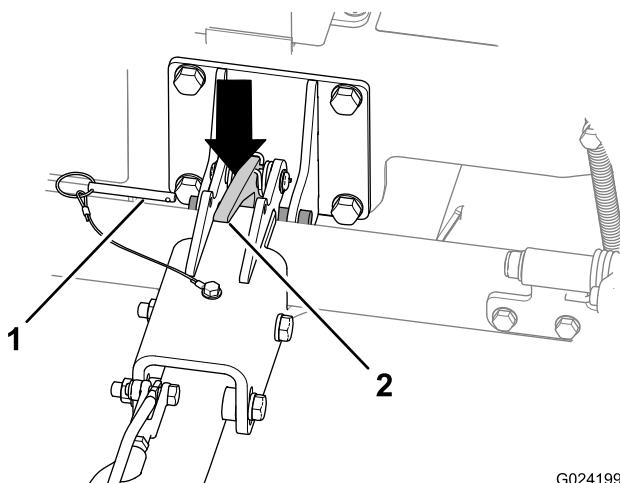

図 19
- A. ロッキングピンを抜き取る図 19。
- C. ヒッチのラッチを押し下げて、ヒッチを外す図 19。